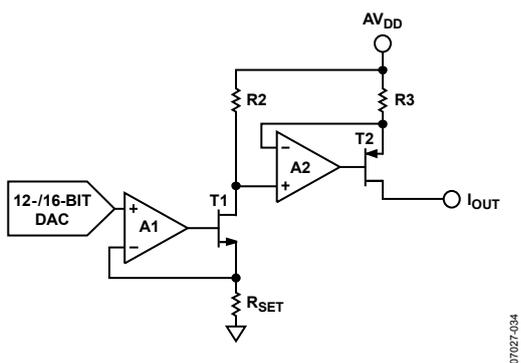

図 38. 電圧/電流変換回路
DAC コアの電圧出力は電流に変換されます(図 38)。次に、アプリケーションからグラウンドに対する電流源出力として見えるように、電源レールにミラーされます。
- 断線または不十分な電源電圧のために  $I_{\text{OUT}}$  の電圧がコンプライアンス範囲を超えようとしている。  $I_{\text{OUT}}$  電流は、PMOS トランジスタと内蔵アンプから制御されます(図 38 参照)。故障出力を発生する内部回路では、ウィンドウ制限機能を持つコンパレータの使用を回避しています。これを使用すると、実際にエラーが出力されてしまった後に  $\overline{\text{FAULT}}$  出力がアクティブになるためです。その代わりに、出力ステージの内蔵アンプが駆動能力の約 1V 下になったとき(出力 PMOS トランジスタのゲートがグラウンドに近づいたとき)、信号を発生します。このため、 $\overline{\text{FAULT}}$  出力はコンプライアンス規定値に到達する少し前にアクティブになります。出力アンプの帰還ループ内で比較が行われるため、出力精度はオープン・ループ・ゲインにより維持されるので、 $\overline{\text{FAULT}}$  出力がアクティブになる前に出力エラーが発生されることはありません。